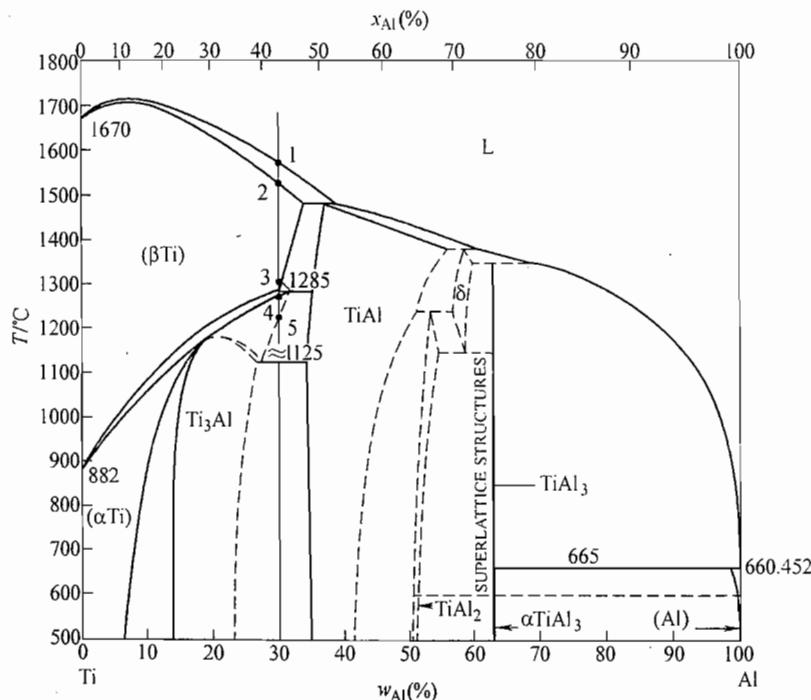

图 41-4 第二题第 2 小题解答图
2. 如图 41-4 所示, 合金成分线与相图中的相区分界线分别交于 1 点、2 点、3 点、1285°C、4 点、5 点、1125°C。